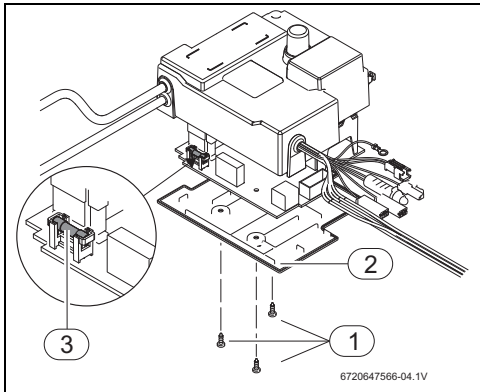

Fig. 13 Caixa de comando
- Retirar os 3 parafusos da caixa de comando (Fig. 13, [1]) e retirar a tampa (Fig. 13, [2]).
- Substituir o fusível (Fig. 13, [3]), respeitando as especificações indicadas.